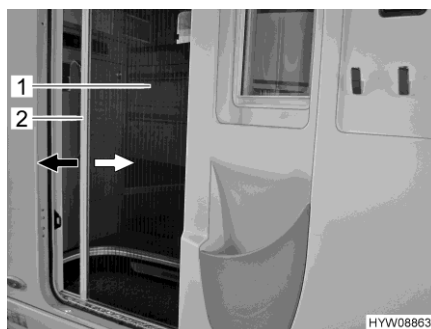

Fig. 37 Moustiquaire (porte cellule)
- Saisir la barre-poignée (Fig. 37,2) avec les deux mains et tirer la moustiquaire (Fig. 37,1) de manière régulière en dehors de son logement dans la porte.
- Saisir la barre-poignée (Fig. 37,2) avec les deux mains et repousser la moustiquaire (Fig. 37,1) d'une légère pression dans son logement dans la porte.